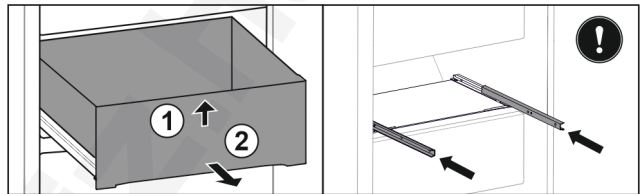

Fig. 98
- ▶ Emelje meg a fiók elejét. Fig. 98 (1)
- ▶ Vegye ki a fiókot előre. Fig. 98 (2)